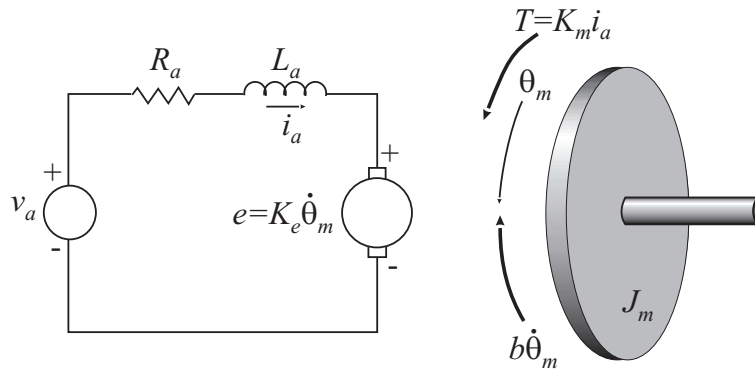

Figura 2: Esquema simplificado de um motor DC.
1) Considere o esquema simplificado de um motor DC de imã permanente (semelhante ao utilizado no laboratório) apresentado na figura 2, onde os símbolos indicados corespondem às seguintes grandezas físicas:
2) Considerando que o amplificador de potência e o taquímetro já estão incluídos (modelados) no circuito eléctrico e no modelo mecânico da figura 2 então o sistema constituído pelo amplificador de potência, motor e taquímetro é representado em boa aproximação por uma função de transferência de 1ª ordem